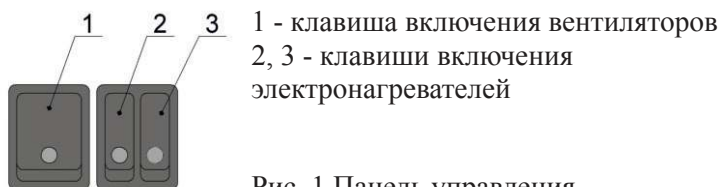

Рис. 1 Панель управления
5.4 Управление завесами RP-0306-D (220) и RP-0508-D (220) осуществляется с помощью клавишных переключателей блока
управления (см. рис. 1). Управление завесами RP-0610-DY (220) и RP-0915-3DY (380) осуществляется с помощью выносного пульта управления (см.рис.2). Пульт управления позволяет поддерживать необходимую температуру воздуха вблизи места его установки и регулировать тепловую мощность завесы.
7.1.3 Для включения завесы в режим вентиляции установите клавишу переключателя 1 (см. рис. 1) в положение **I**. При этом начинает работать вентилятор завесы и загорается подсветка клавиши.